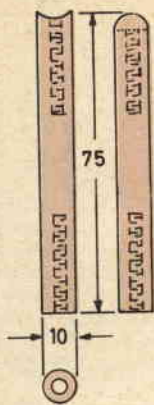

Fig. 2 - Il distanziatore di massa può essere fatto con tondino di ottone o di alluminio. Entrambe le estremità sono forate e filettate.
**Costruzione** - La costruzione dell'antenna non presenta particolari difficoltà: nella tabella in basso sono indicate le dimensioni critiche mentre la *fig. 2* e la *fig. 3* illustrano in dettaglio le semplici parti meccaniche necessarie.
Prendete un pezzo corto di tondino metallico od un pezzo di vite da 8 mm e forzate in un'estremità del tubo. Limatelo il pezzo inserito in piano con l'estremità del tubo. Usando una punta da 2,5 mm di diametro, praticate un foro perpendicolare al piano dell'anello a circa 6 mm dell'estremità così rinforzata. Il distanziatore o supporto di massa, rappresentato nella *fig. 2*, è fatto con un pezzo metallico tondo od esagonale da 10 mm. Limatelo accuratamente